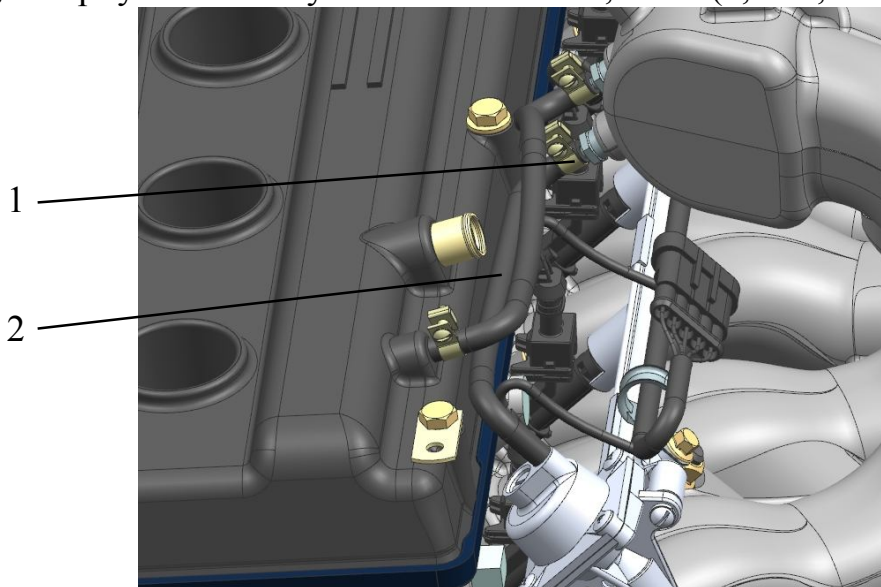

Рис.200. Установка шланга разрежения регулятора давления топлива:
4. Установить шланг разрежения 2 (рис.200) с хомутом 1 на штуцер регулятора давления топлива и штуцер ресивера. Закрепить шланг хомутом на штуцере ресивера, завернув винт хомута моментом 1...2,9 Н·м (0,1...0,3 кгс·м).